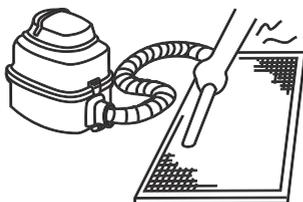

Рис. 16.2
- a) Во время чистки пылесосом приточная сторона фильтра должна быть направлена вверх (см. рис. 16.2).